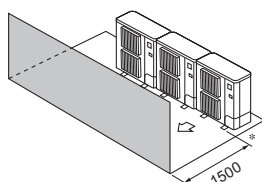

Fig. 3-13
- ③ Enbart hinder på framsidan (Fig. 3-13)